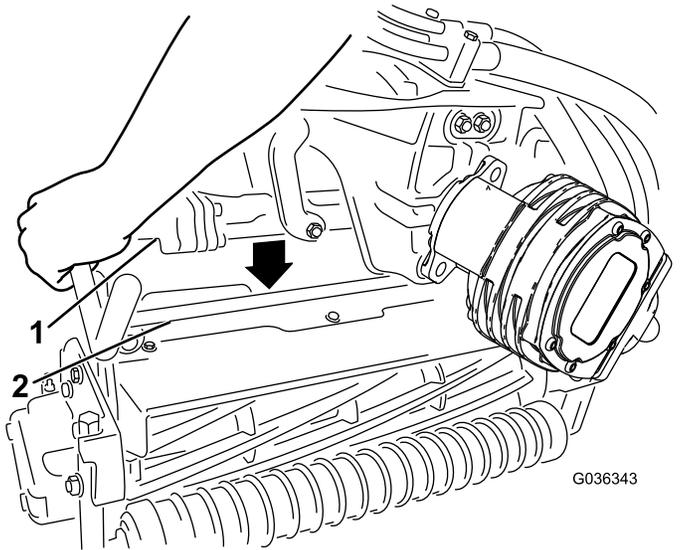

Figura 50
- Cubra el eje acanalado del motor de la unidad de corte con grasa limpia (Figura 50).
- Introduzca el motor en el lado izquierdo de la unidad de corte (visto desde el puesto del operador) y tire de la barra de retención del motor en la unidad de corte hacia el motor hasta que oiga un “clic” en ambos lados del motor (Figura 50).